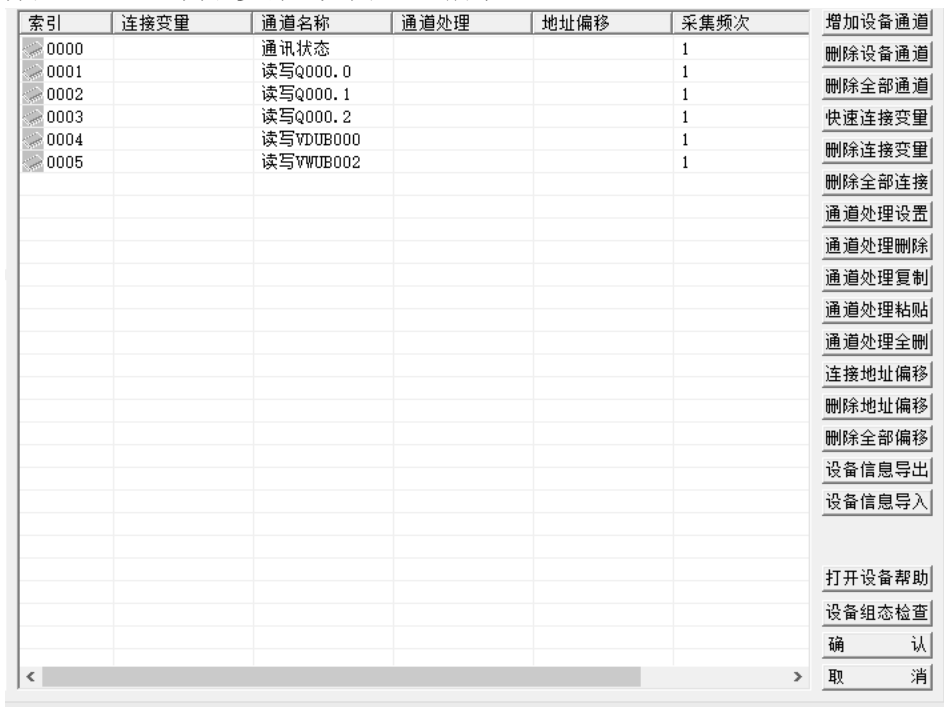

图 4.4.5
①Q0.0: 点击“增加设备通道”按钮，弹出“添加设备通道”窗口，选择通道类型为“Q 寄存器”，通道地址为“0”，数据类型为“通道的第 00 位”，通道个数为 1，设置完毕后点击确认，返回到编辑窗口。Q0.1/0.2 同该步骤。
②VW0: 点击“增加设备通道”按钮，弹出“添加设备通道”窗口，选择通道类型为“V 寄存器”，通道地址为“0”，数据类型为“16 位无符号二进制”，通道个数为 1，设置完成后点击确认，返回到编辑窗口。VW2 同该步骤。如图 4.4.5 所示。